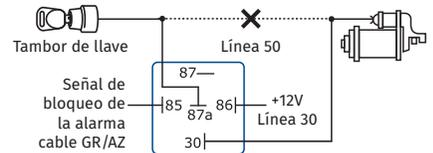

Fig. 04:
12.7.2. Conexión del bloqueo: Utilice un relay auxiliar de 5 pines (no provisto) con capacidad de 20A. Realice la instalación del cable GR/AZ del cableado de la alarma, conforme fig.04.